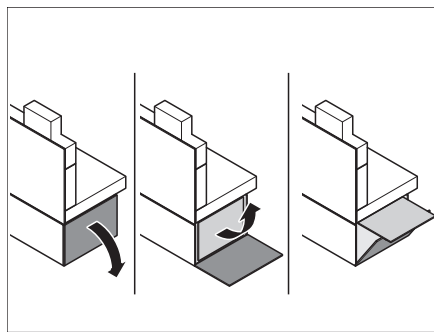

Bild 146 Sitzbankverlängerung ausklappen
- Sitzbankverlängerung (Bild 146) ausklappen.
- Sitzbankverlängerungen (Bild 146) ausklappen.